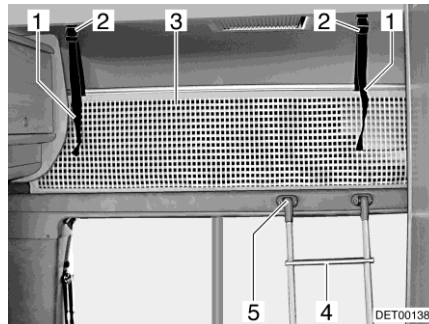

Fig. 83 Cama de alcoba
Para subir a la cama de alcoba, utilizar la escalera de ascenso (Fig. 83,4) equipada de serie.
- Enganchar la escalera con los largueros en el soporte (Fig. 83,5) del panel de la alcoba.
La red de seguridad (Fig. 83,3) viene de serie entre el colchón y el somier. Apenas extender la red de seguridad cuando las personas ya se encuentren en la alcoba.
- Dejar que las cintas de sujeción (Fig. 83,1) engatillen en los soportes (Fig. 83,2) en el techo.